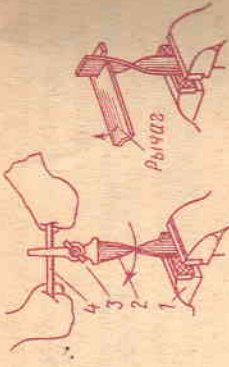

Рис. 23. Правка полосового металла со спиральной кривизной:
1. Закрепить один конец заготовки 2 в тиски 1, а второй — в ручные тисочки 3 (рис. 23).